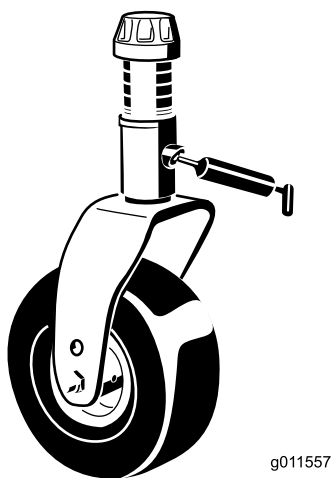

Figure 42
- 2 bagues d'axe de chape de roue pivotante (Figure 42)